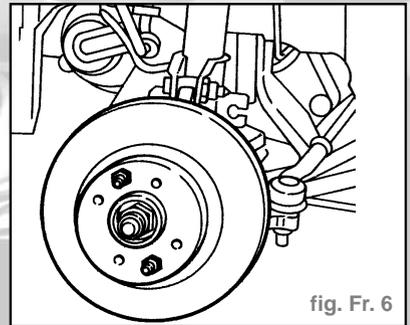

fig. Fr. 6
- Dévisser les vis de fixation du disque et déposer ce dernier (fig. Fr. 6).